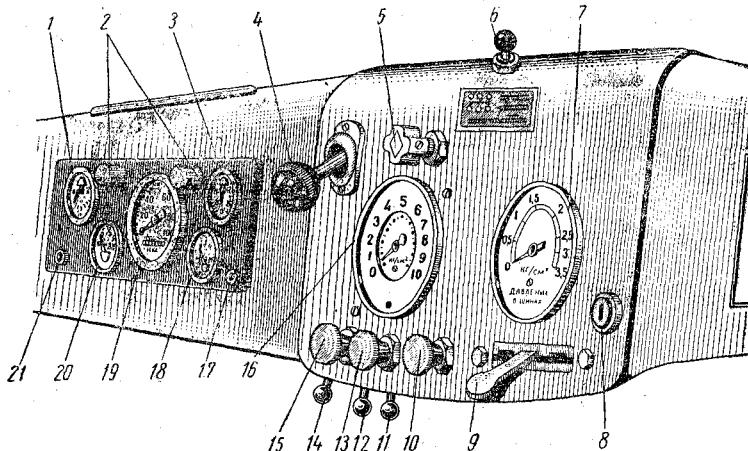

Рис. 5. Контрольно-измерительные приборы и органы управления:
Расположение контрольно-измерительных приборов и органов управления показано на рис. 5 и 6.
**Спидометр 19** (см. рис. 5) показывает скорость движения автомобиля в *км/ч*, а установленный в нем счетчик пройденного расстояния — общий пробег автомобиля в *км*. Спидометр работает в комплекте с гибким валом ГВ28-Г